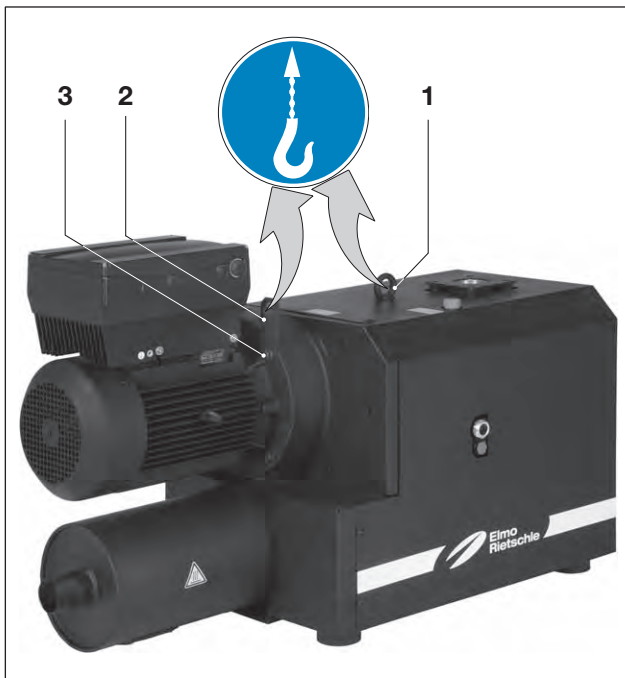

Abb. 1 Anheben und Transportieren
- Die Ringschraube (Abb. 1/1) und Befestigungsschraube (Abb. 1/3) an der Transportlasche (Abb. 1/2) fest anziehen.